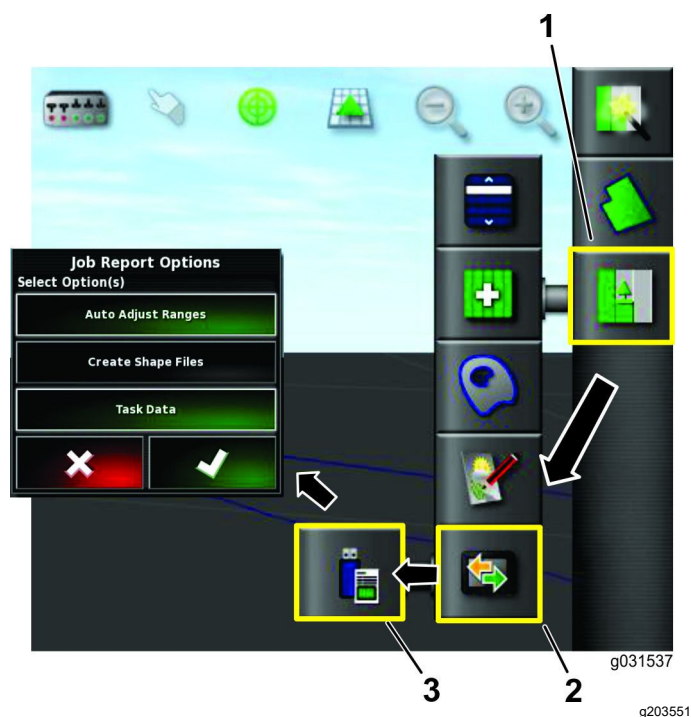

Figura 32
3. Premete l'icona del menu dell'Attività (Figura 32).
4. Premete l'icona SCAMBIO DI DATI (Figura 32).
5. Premete l'icona ESPORTAZIONE DEL REPORT DELL'ATTIVITÀ SU USB (Figura 32).